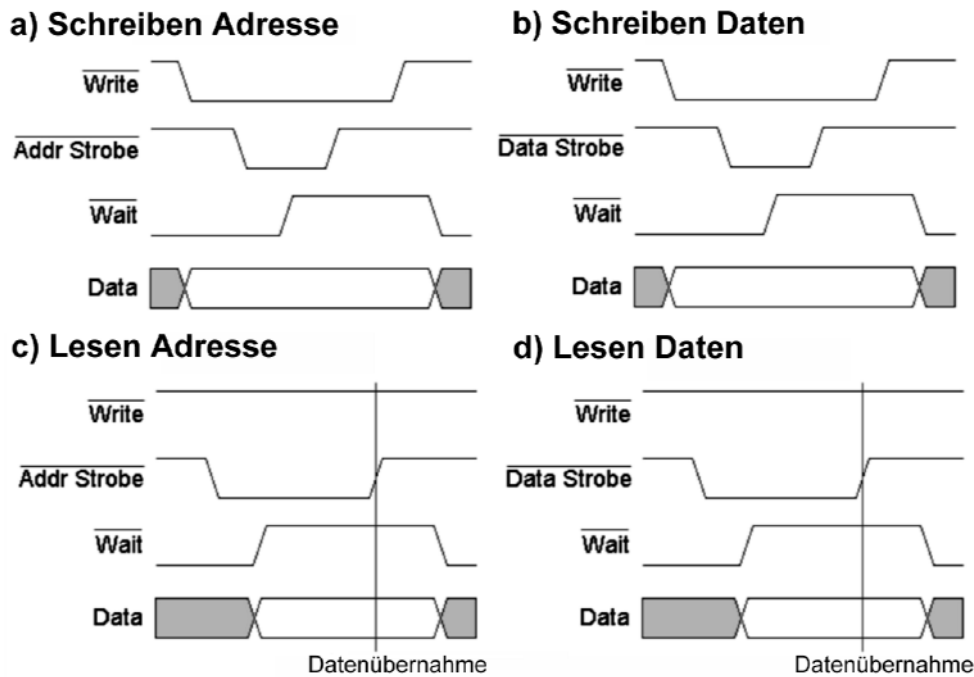

Abbildung 7.13 Typische EPP-Signalspiele
Einige Interfacesignale haben eine andere Bedeutung (Tabelle 7.3). Abbildung 7.13 gibt einen Überblick über die typischen Signalspiele.
- EPP 1.9 (die saubere Lösung): der Host darf ADDRS STROBE oder DATA STROBE erst dann aktivieren, wenn WAIT = Low ist (voll verriegeltes Handshaking, wie in Abbildung 7.13 gezeigt),
EPP (vgl. Abbildung 7.13)